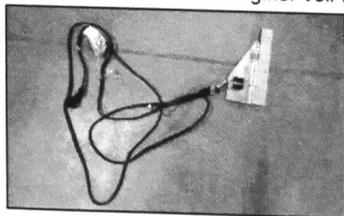

FIGURE 16
18. Après la dépose du connecteur de test et des deux conducteurs de phase et de neutre, la platine de l'interrupteur n'est plus reliée au module HT d'origine. Voir Figure 16.